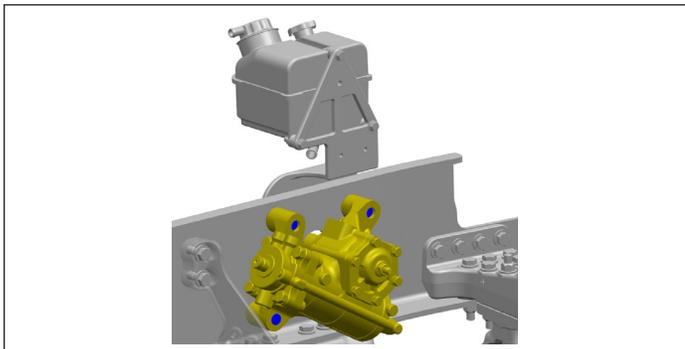

Figura 7: tipo de eje de avance
13. En vehículos con tipos de ejes de avance, el engranaje de dirección está ensamblado dentro del riel del bastidor. *Consulte la figura 7.* Es necesario desmontar el brazo pitman antes de retirar el engranaje del riel del bastidor. *Consulte la sección titulada «Extracción del brazo pitman»* para desmontar el brazo pitman.
1. El brazo pitman en vehículos con eje hacia adelante (*Consulte la figura 7*) solo debe ensamblarse después de que el engranaje de dirección esté instalado en el riel del bastidor.